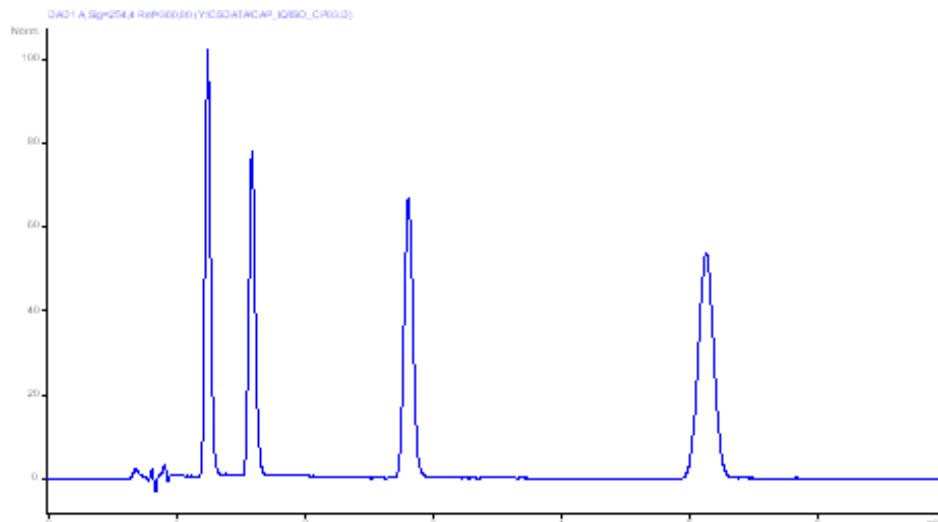

Figura 1 Cromatograma típico de la muestra de verificación
- 2 Compare el cromatograma resultante con el cromatograma típico mostrado en la Figura 1.
En la Figura 1 se muestra un cromatograma típico para este análisis. El perfil exacto del cromatograma dependerá de las condiciones cromatográficas. Las variaciones en la calidad del disolvente, el empaquetado de columna, la concentración del estándar y la temperatura de la columna ejercerán un efecto potencial sobre la retención de picos y la respuesta.